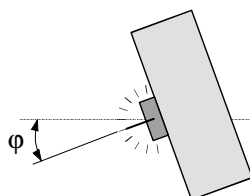

Fig. 4.7 Equipo de ensayo visto desde arriba
- Registrar una serie de medición en la que el ángulo de incidencia φ se vaya incrementando 10 cada vez (Fig. 4.7) y en la que se pueda leer la intensidad luminosa E en cada caso.